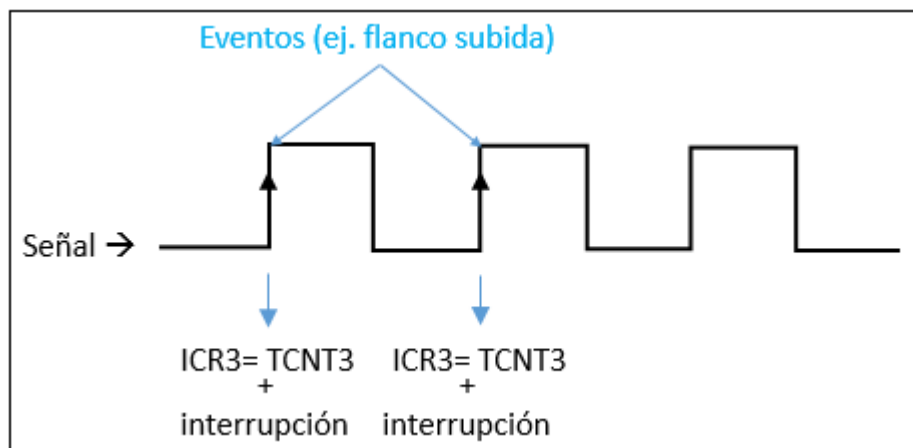

Figura 13. Medida de tiempos entre eventos (modo captura, ICR3)
La figura 13 muestra la señal de entrada y cada vez que se produce un evento (flanco de subida o bajada, programable con el bit ICES3 del registro TCCR3B) se guarda el valor del contador TCNT3 en el registro ICR3, se activa el flag ICF3 y se produce una interrupción si está habilitada (bit ICIE3=1 en el registro TIMSK3). La rutina de servicio de la interrupción ha de guardar los últimos dos valores de los ICR3 cuya diferencia nos dará el periodo de la señal (T) y cuya inversa será la frecuencia ($f = 1/T$)